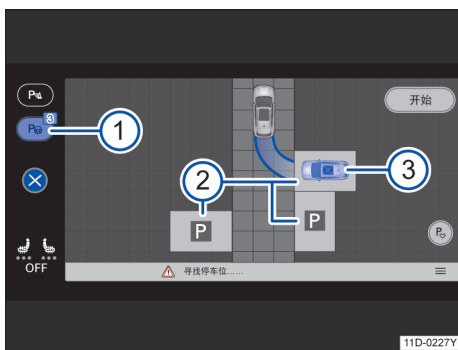

图 104 信息娱乐系统：选择停车位（示意图）
泊车辅助系统自动选择一个停车位，并在信息娱乐系统中作为首选停车位（蓝色车辆）显示在→图 104 ② 或 ③ 处。
在功能按键 上显示识别到的停车位数量→图 104 ①。
1. 在信息娱乐系统屏幕上点击所需的停车位→图 104 ②。
如果当前停车位的泊车模式可以更改，便会显示 符号→图 104 ③。
在困难的泊车条件下，如果停车位已部分“驶入”停车位，泊车辅助系统便能接管泊车过程，并将车辆驶入该停车位→图 104。